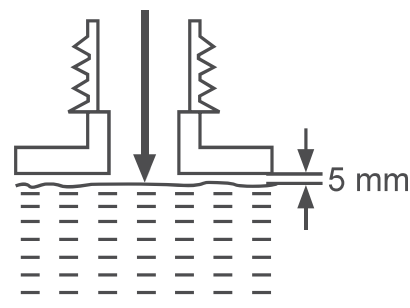

Fig. 7
4. Adicione o combustível adequado no depósito. Deixe um mínimo de 5 mm de espaço entre a parte superior do combustível e o rebordo interior do depósito, para permitir a expansão (Fig. 7).